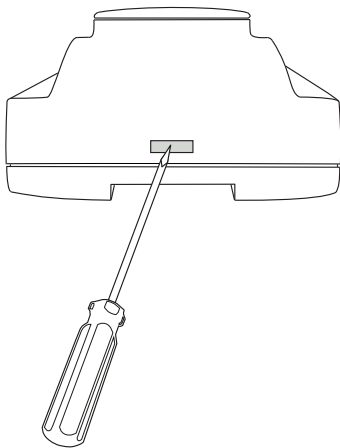

Bild 9-1 Entfernen der Oberseite des Gehäuses.
2. Um die Gehäuseoberseite zu entfernen, drücken Sie die beiden Laschen auf jeder Seite des Gehäuses, siehe *Bild 9-1*, und heben Sie dann die Oberseite des Gehäuses vorsichtig an.